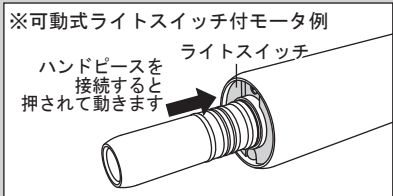
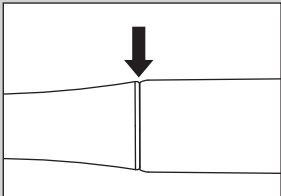

図2
図3
- ・本製品を可動式ライトスイッチ付モータ（図2参照）に接続すると、ごくまれに本製品がライトスイッチ部にかじり付き取り外せなくなることがあります。このようなモータに接続する際は、本製品の端面とモータの端面が合わさるところ（図3矢印）から必要以上に押し込まないでください。もし取り外せなくなった場合は販売店まで連絡してください。